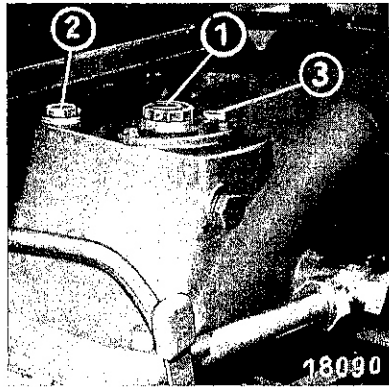

Fig. 57
L'huile usée est aspirée à l'état chaud par l'orifice d'évacuation ③ (fig. 57), le moteur étant à l'arrêt, au moyen d'un système d'aspiration ou d'une pompe à main (par ex. de chez Wilhelm Bäcker – Remscheid-Hasten, N° de Cde. 4939).